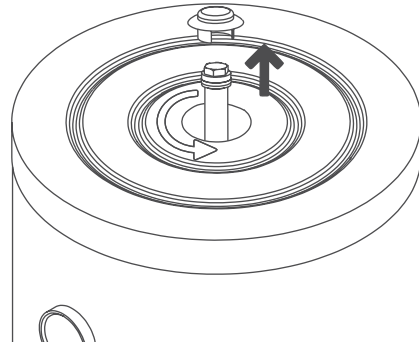

Figura 4
Smontare l'anodo come mostrato nella Figura 4 per sfiatare l'aria nel bollitore. Dopo che l'acqua fuoriesce dalla connessione dell'anodo, assemblare di nuovo l'anodo.
4. Smontare l'anodo come mostrato in Figura 4 per sfogare l'aria nel bollitore. Dopo che l'acqua fuoriesce dalle connessioni dell'anodo, installare l'anodo.